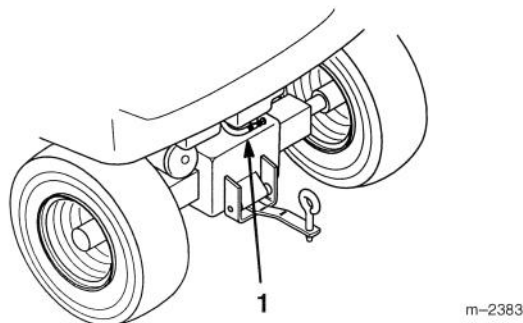

Figure 31
2. Fermer le robinet d'essence au niveau du réservoir (Fig. 31).
2. Fermer le robinet d'essence du réservoir (Fig. 31).
7. Ouvrir le robinet d'essence du réservoir (Fig. 31).